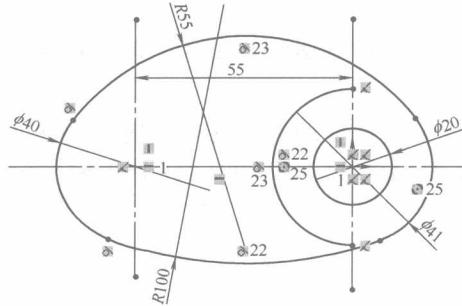

图 1-17
- (3) 添加约束关系，剪裁掉多余的线条，结果如图 1-17 所示。